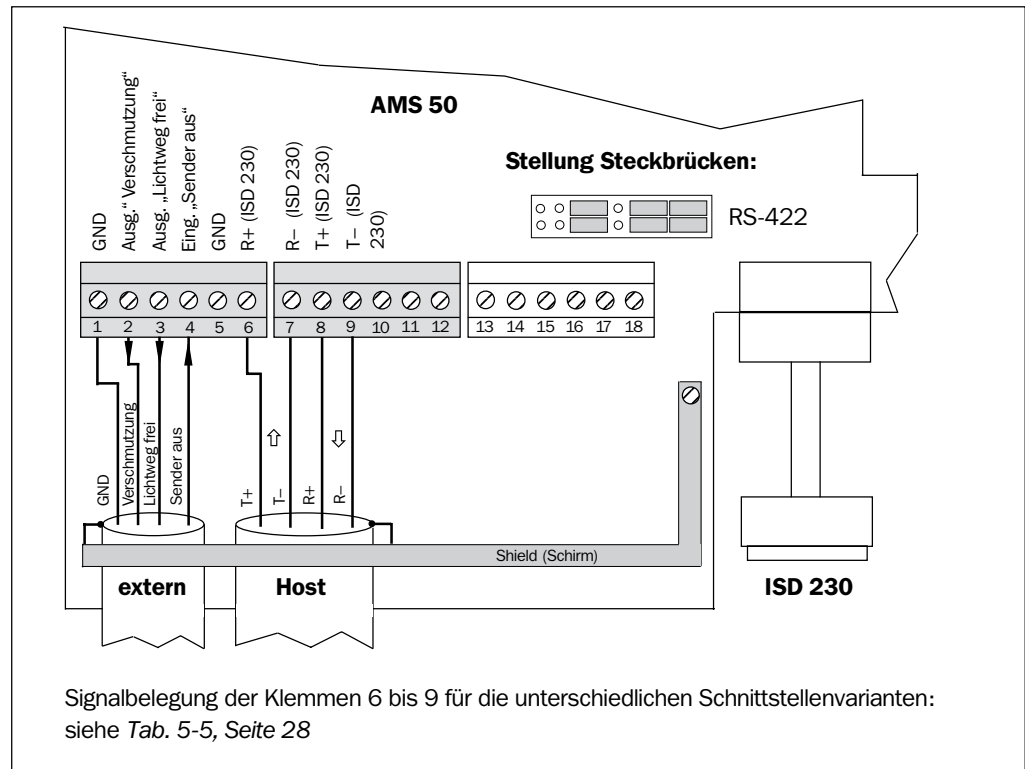

Abb. 5-9: ISD 230: Klemmenbelegung einer Geräteeinheit im Anschlussmodul AMS 50
- AMV 50 verdrahten. **Abweichend von der Betriebsanleitung AMV/AMS 50:** Alle Pinbelegungen des ISD 230 werden durch den Anschluss 1:1 auf die entsprechenden Klemmen im AMS 50 übertragen, mit Ausnahme von Pin 1 (GND anstatt DC 24 V). Die Steckbrücken im AMS 50 wie eingezeichnet setzen (Abb. 5-9). Die Schaubilder in Tab. 5-5, Seite 28 geben das Prinzip der Beschaltung für die unterschiedlichen Schnittstellentypen wieder.